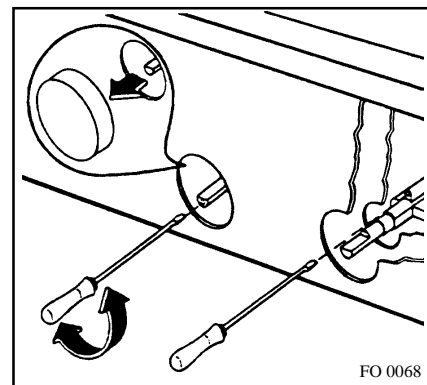

Fig. 17 FO 0068
- **Alimentation en gaz naturel:** agissez sur la vis de réglage (by-pass - Fig. 17 - dessin de gauche) jusqu'à l'obtention d'une petite flamme régulière.
- **Alimentation en gaz Butane et Propane :** vissez à fond la vis (Fig. 17 - dessin de gauche) celle-ci étant déjà prévue pour assurer le débit minimum. Contrôlez en tournant la manette de la position de débit maximum à celle de débit minimum et vice versa, que la flamme ne s'éteint pas.